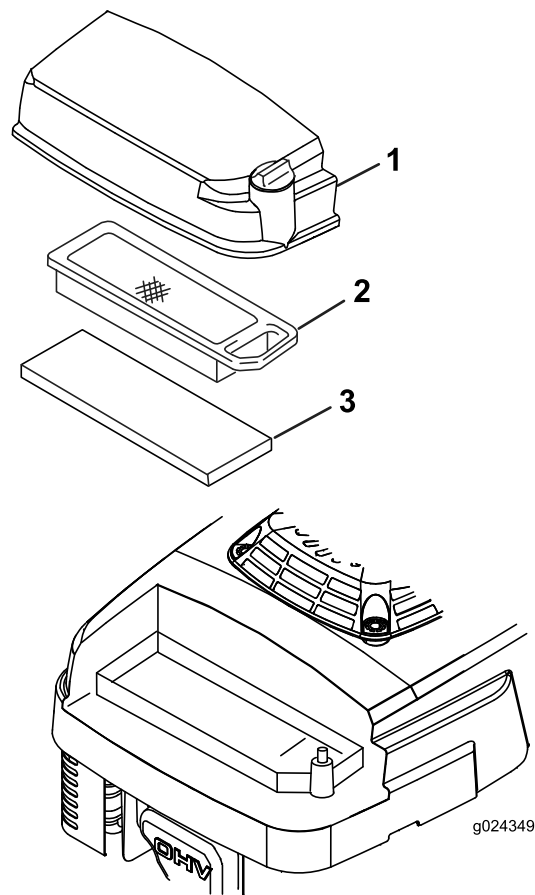

Figura 21
3. Slăbiți urubul de pe capacul filtrului de aer (Figura 21).
5. Îndepărtați și verificați filtrul de aer din hârtie (Figura 21) și înlocuiți-l dacă este excesiv de murdar.
6. Îndepărtați prefiltrul din spumă (Figura 21) și spălați-l cu un detergent ușor și apă, apoi tergeți-l.